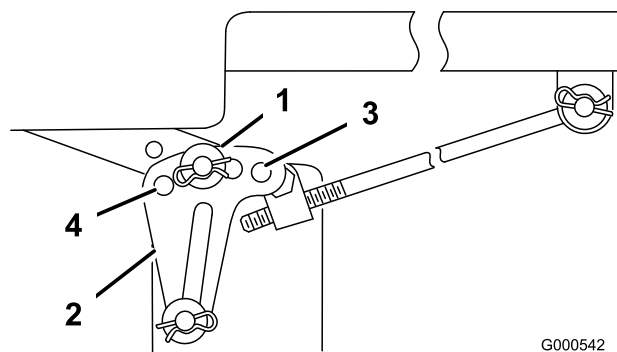

Figure 53
6. Enlevez la goupille fendue et la rondelle de l'une des pattes de mise à niveau (Figure 53).
7. Pour mettre les lames de niveau, fixez les pattes de mise à niveau dans un autre trou à l'aide de la rondelle et de la goupille fendue (Figure 53). Utilisez un trou plus en avant pour réduire la hauteur de ce côté, ou un trou plus en arrière pour l'augmenter. Réglez les deux côtés selon les besoins.